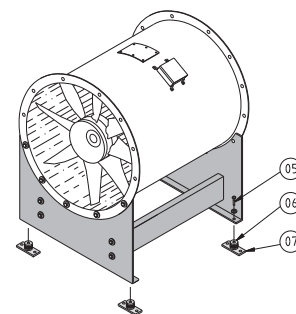

Fig. 6. ACN met montagevoeten en trillingsdampers
De trillingdempers (fig. 6, pos. 06) worden met bouten (pos. 05) aan de montagevoeten gemonteerd.